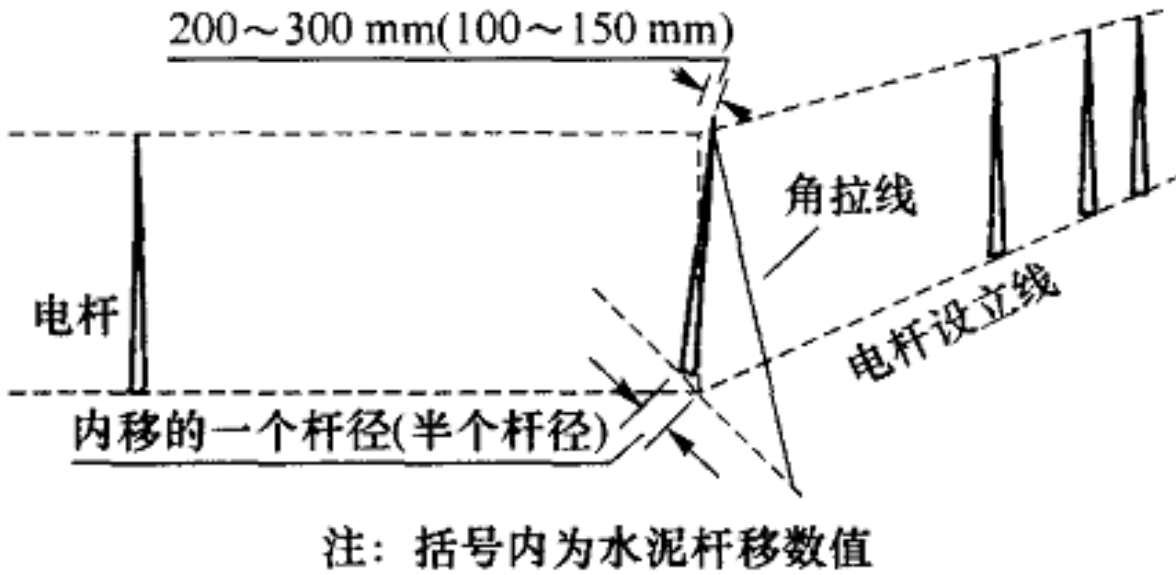

图 5. 1. 2 角杆立杆规定
- 7、用拉线加固的角杆,木杆根部应向转角内移约一个根径，水泥杆内移半个杆根。拉线收紧后，杆梢应向外角倾斜，木杆为200～300mm，水泥杆为100～150mm。使角杆梢位于两侧直线杆路杆梢连线的交叉处。见上图5. 1. 2（用撑木加固的角杆根部不内移）；